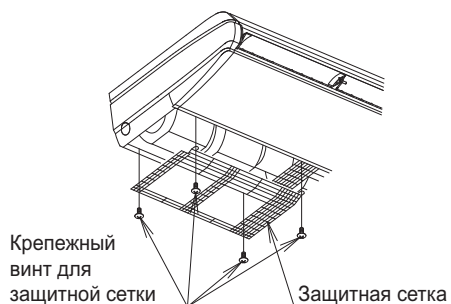
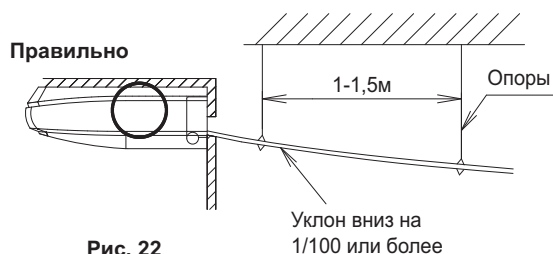

Рис. 21
Рис. 22
- При прокладке трубопровода слева сзади/слева необходимо снять защитную сетку. Затем удалите пробку и изоляционный материал из дренажного гнезда на левой стороне и вставьте их в дренажное гнездо на правой стороне. При выполнении этой процедуры вставьте пробку до упора во избежание утечки воды. После установки сливного шланга (1) (дополнительная принадлежность) подсоедините защитную решетку, выполнив действия в обратном порядке. (См. рис. 21)
- Диаметр трубопровода должен быть равным или превышать диаметр сливного шланга (1) (дополнительная принадлежность) (ПВХ-патрубок с номинальным диаметром 20 мм и внешним диаметром 26 мм).
- Установите самый короткий сливной трубопровод, насколько это возможно, с уклоном в 1/100 или более во избежание его закупоривания воздухом. (См. рис. 22 и 23.) (Возможно возникновение нехарактерного звука, например бульканья.)
- Установите подвески на расстоянии от 1 до 1,5 м так, чтобы трубопровод не отклонялся. (См. рис. 22)